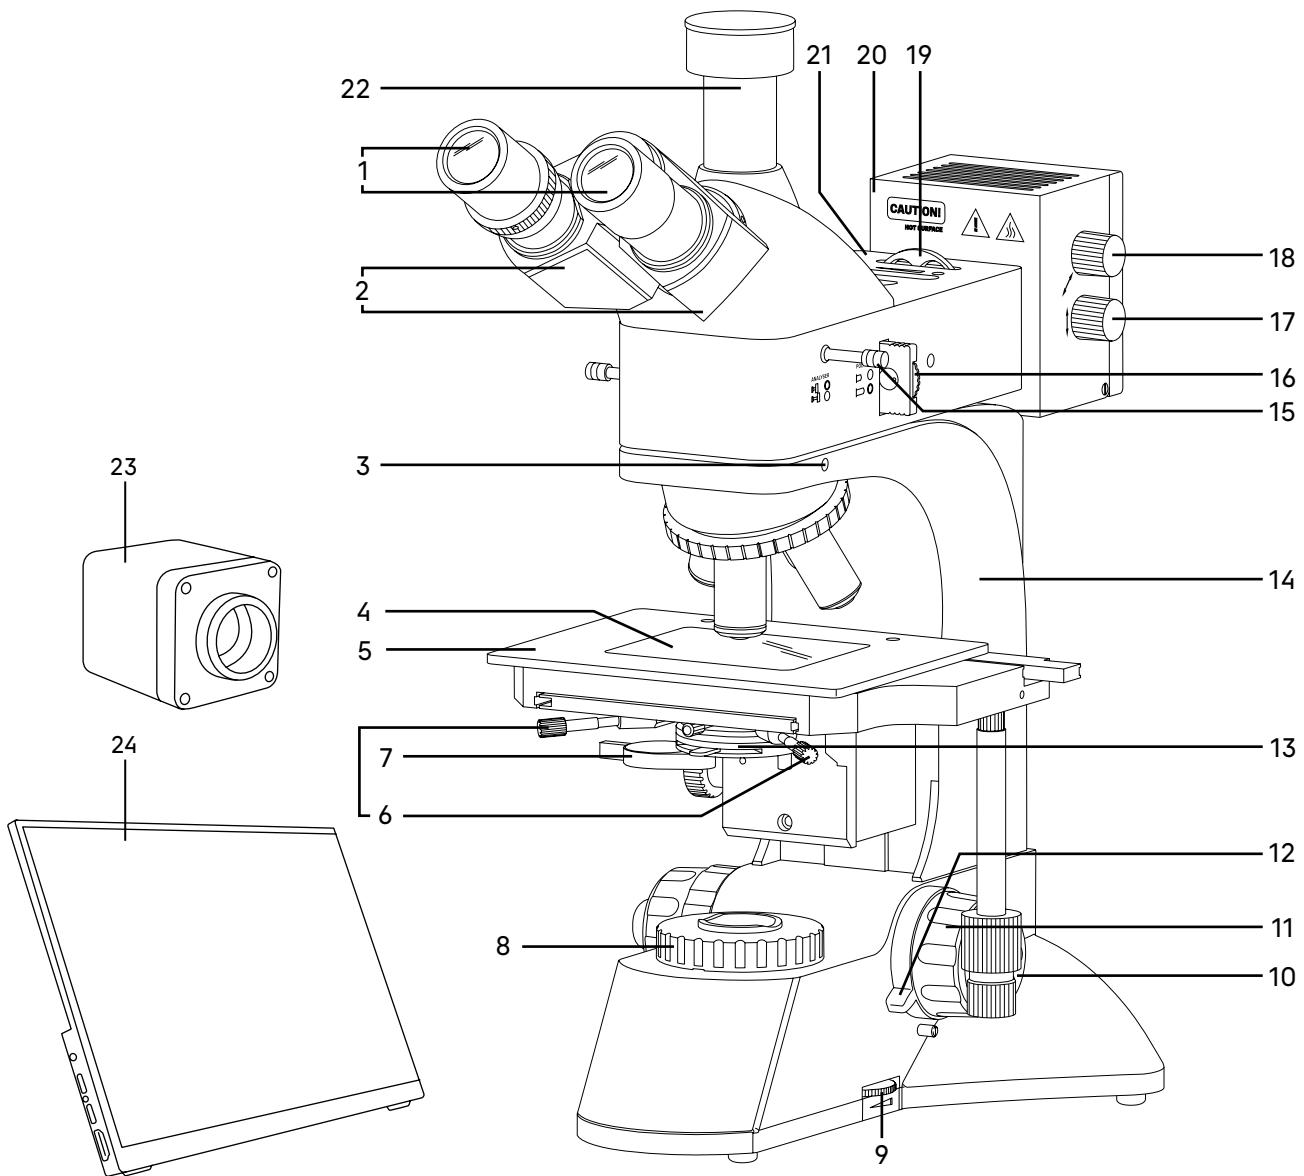
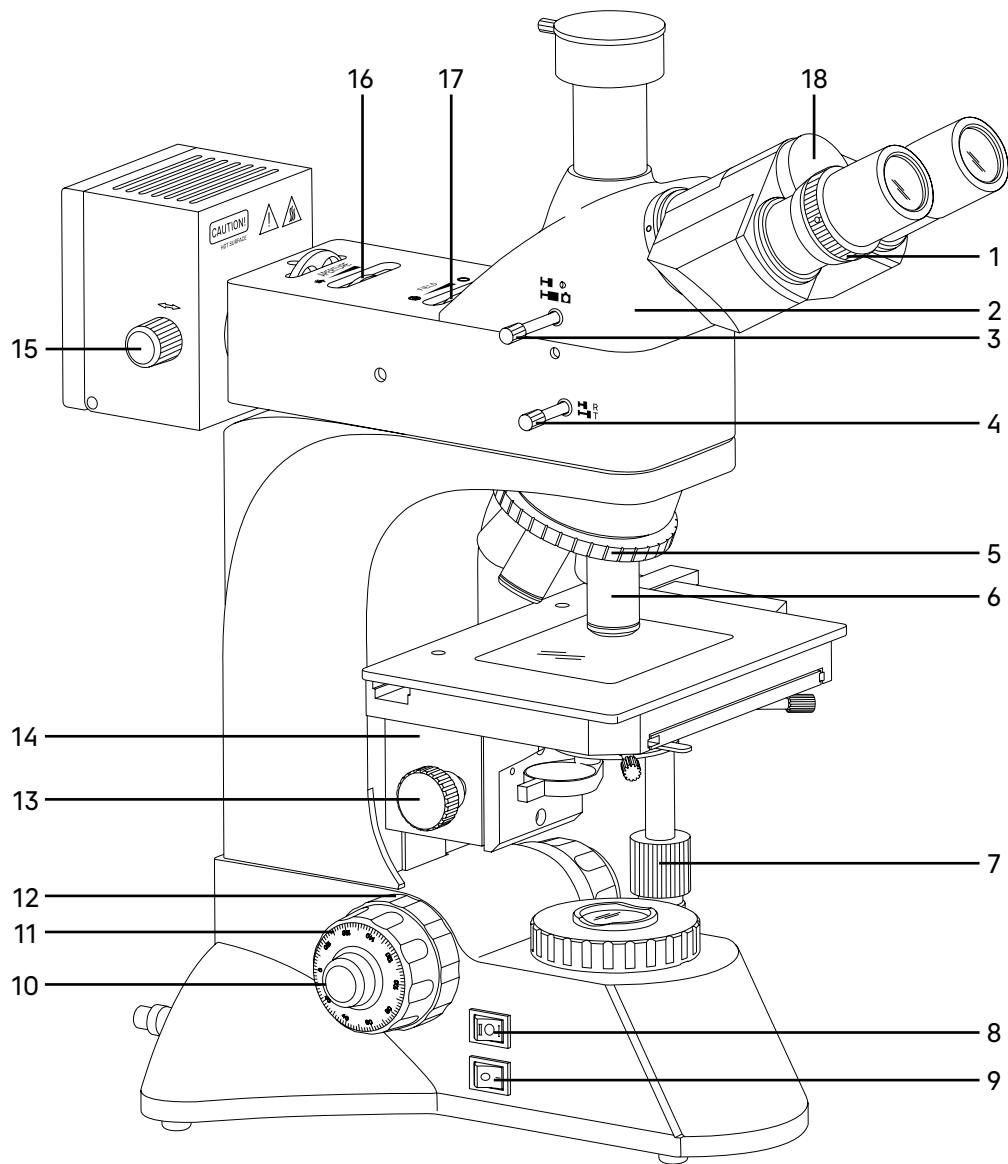

Рис. 1. Микроскоп MAGUS Metal D600 LCD. Вид справа
Рис. 2. Микроскоп MAGUS Metal D600 LCD. Вид слева
Общий вид микроскопа представлен на рис. 1, 2 и 3.
На штативе 14 (рис. 1) закреплены:
- револьверное устройство 5 (рис. 2) с объективами 6 (рис. 2);
- предметный столик 5 (рис. 1);
- кронштейн конденсора 14 (рис. 2).
На левой боковой поверхности основания расположены выключатель электропитания 9 (рис. 2). В положении «—» включается, а в положении «0» выключается сетевое напряжение.
Также на левой боковой поверхности основания расположены переключатель осветителя проходящего/отраженного света 8 (рис. 2). В положении «I» включается осветитель проходящего света, а в положении «II» включается осветитель отраженного света.
На правой боковой поверхности основания расположены диск регулировки яркости осветителя 9 (рис. 1).
Фокусировка на объект осуществляется перемещением по высоте предметного столика 5 (рис. 1). Грубая фокусировка производится вращением коаксиальных рукояток 11 (рис. 1 и 2), расположенных по обеим сторонам штатива.
Тонкая фокусировка производится вращением рукояток 10 (рис. 1 и 2), расположенных по обеим сторонам штатива. Тонкая фокусировка требуется для более точной фокусировки на объект и для подфокусировки микроскопа на резкость изображения при смене объективов.
Механизм регулировки жесткости хода грубой фокусировки 12 (рис. 2) – кольцо между штативом и рукояткой грубой фокусировки с левой стороны. С помощью кольца регулируется жесткость хода грубой фокусировки таким образом, чтобы жесткость была комфортной для пользователя, но при этом предметный столик не опускался самопроизвольно во время работы.
Механизм блокировки грубой фокусировки 12 (рис. 1) расположен с правой стороны. После завершения грубой фокусировки рекомендуется перевести рычаг в крайнее положение в направлении по часовой стрелке. Благодаря этому закрепится положение грубой фокусировки для быстрой рефокусировки после смены объекта.
Насадка 2 (рис. 2) обеспечивает визуальное наблюдение изображения объекта.
Изменение межзрачкового расстояния в насадке осуществляется разворотом окулярных тубусов 2 (рис. 1) в пределах 48–75 мм. Значение расстояния, установленного в соответствии с глазной базой наблюдателя, отсчитывается по шкале на визуальной насадке 18 (рис. 2).
Механизм диоптрийной подвижки на левом окулярном тубусе служит для компенсации аметропии глаз наблюдателя. Регулировка осевого положения окуляра производится кольцом 1 (рис. 2). Второй окулярный тубус насадки неподвижный.
В вертикальный тубус 22 (рис. 1) корпуса визуальной насадки (канал визуализации) для фиксации камеры (видеоокуляра) устанавливается переходник C-mount. Камера служит для вывода изображения на экран компьютера или монитор/телефизор. Переключение светового потока на вертикальный тубус производится рукояткой 3 (рис. 2). Рукоятка имеет два положения: 100/0 и 0/100.
В комплект микроскопа входят окуляры 1 (рис. 1). Окуляры имеют высокое положение выходного зрачка и предназначены для работы как в очках, так и без них.
Револьверное устройство 5 (рис. 2) обеспечивает установку пяти объективов 6 (рис. 2). Смена объективов производится вращением револьверного устройства за рифленую поверхность до фиксированного положения.
Двухкоординатный предметный столик 5 (рис. 1) обеспечивает перемещение объекта в двух взаимно перпендикулярных направлениях с помощью рукояток 7 (рис. 2), расположенных на одной оси.
Размеры предметного столика 210 мм x 140 мм. Диапазон перемещения предметного столика составляет 75 мм по оси X и 50 мм по оси Y. Стеклянная прозрачная вставка в предметный столик 4 (рис. 1) обеспечивает возможность работы с прозрачными и полупрозрачными объектами.
Конденсор 13 (рис. 1) установлен в кронштейн 14 (рис. 2) под предметным столиком микроскопа. Тип крепления конденсора – «под винт». Перемещение конденсора вдоль оптической оси микроскопа осуществляется с помощью рукоятки перемещения кронштейна конденсора 13 (рис. 2), расположенной слева от наблюдателя под столиком микроскопа. Диапазон перемещения конденсора – не менее 13 мм.
Центрировка конденсора в оптической оси осуществляется двумя винтами 6 (рис. 1).
Апертурная диафрагма регулируется (открывается/закрывается) рукояткой на конденсоре 13 (рис. 1). Для достижения наилучшего качества изображения рекомендуется прикрывать апертурную диафрагму конденсора светлого поля приблизительно на 1/3 диаметра выходного зрачка объектива.
К корпусу конденсора светлого поля снизу крепится оправа с откидной линзой 7 (рис. 1), которая используется для улучшения освещения и получения более четкого изображения объекта. При работе с объективом малого увеличения 4x рекомендуется вводить ее в ход лучей.
Питание лампы осуществляется от сети переменного тока через источник электропитания, расположенный внутри штатива. Включение осветителя осуществляется с помощь выключателя 9 (рис. 2) и переключателя 8 (рис. 2). Регулировка яркости осуществляется диском 9 (рис. 1).